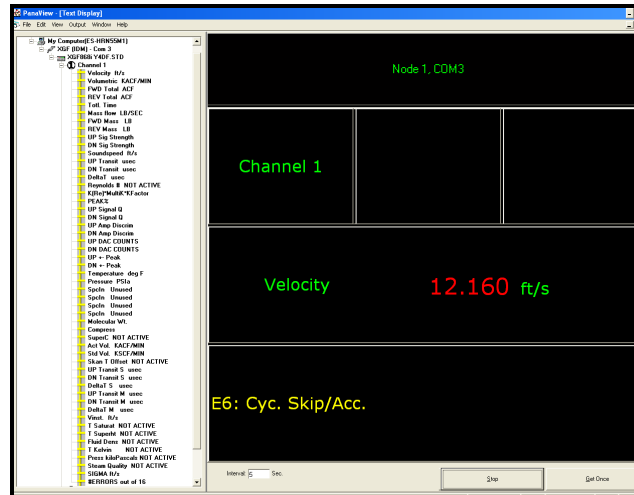

Рис. 18: Несколько текстовых экранов в окне *Text Display*
2. Повторите шаг 1 для параметров любого дополнительного процесса, дважды щелкнув их в дереве сети PanaView. PanaView автоматически расположит текстовые окна рядом друг с другом в правой части окна *Text Display*, как показано на *Рисунок 18* ниже.